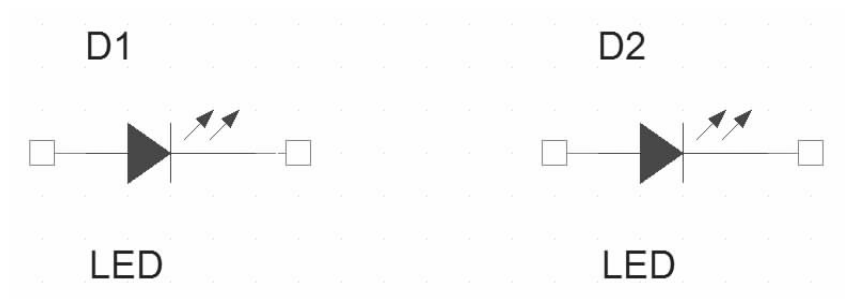

图 5-8 放置元件
5) 移动光标到合适的位置，单击鼠标或按空格键，元件将被放置在光标停留的位置。此时系统仍处于放置元件的状态，可以继续放置该元件。在完成选中元件的放置后，右击选择 “End Mode (结束模式)” 命令或者按 <Esc> 键退出元件放置的状态，结束元件的放置。其中元件序号自动从 1 递增，如图 5-8 所示。